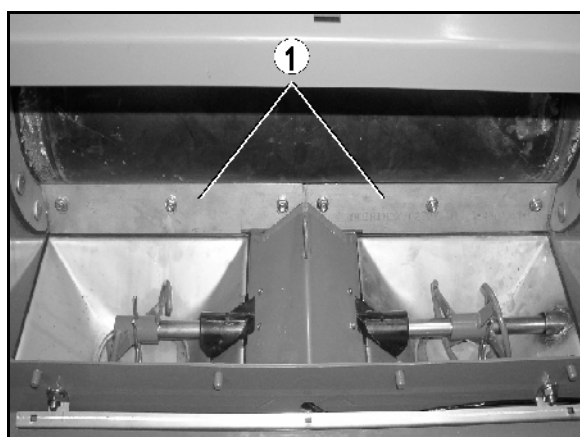
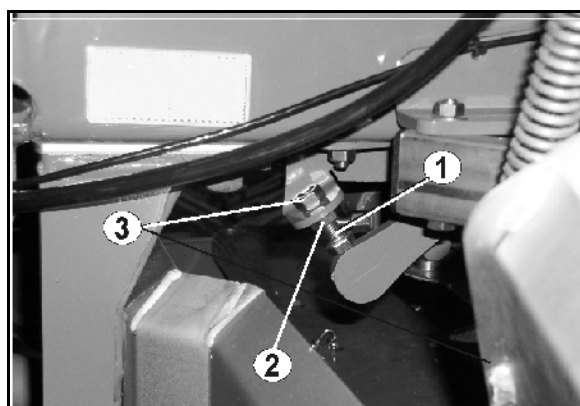

Fig. 85
Fig. 86
La presión del rascador (Fig. 85/1) contra la base de la cinta se ajusta a **ambos lados** de la máquina mediante el tornillo de ajuste (Fig. 86/1):
1. Apretar la tuerca (Fig. 86/2) del tornillo de ajuste hasta que las chapas de segmentos queden rectas sobre la base.
2. Apretar la contratuerca (Fig. 86/3) con una herramienta adecuada.